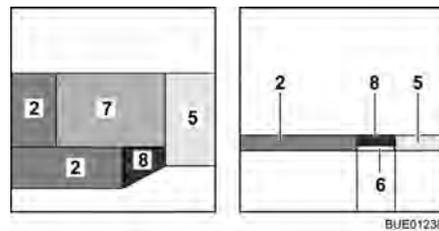

Fig. 93 Dopo la trasformazione
- Posizionare il cuscino aggiuntivo (Fig. 93,7) sul tavolo.
- Posizionare il cuscino aggiuntivo (Fig. 93,8) sull'allargamento letto.